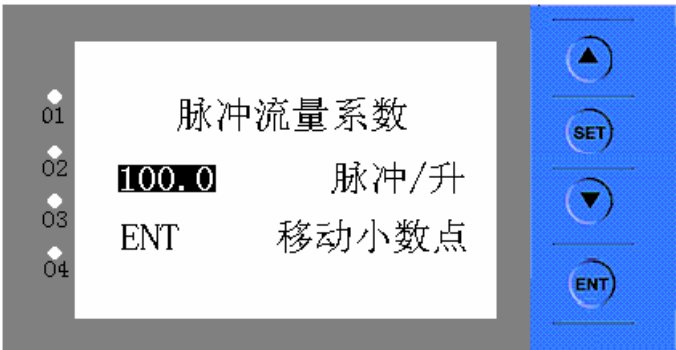

图 7：脉冲系数设定画面
**9、 脉冲系数设定：**脉冲系数设定画面如图 7 所示。